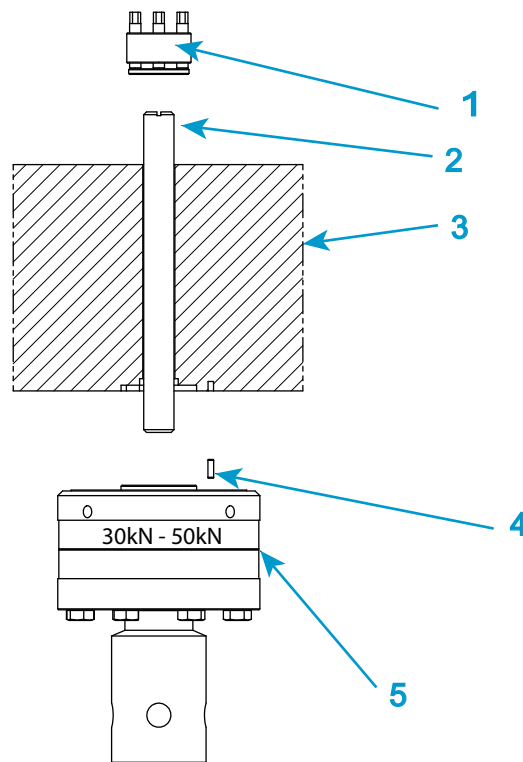

Abbildung 19. Kraftaufnehmer der Serie 2530 installieren – Nennkräfte 30 kN und 50 kN
Legende für Abbildung 19
1. Siehe Abbildung 19 auf Seite 88 und die entsprechende Legende.